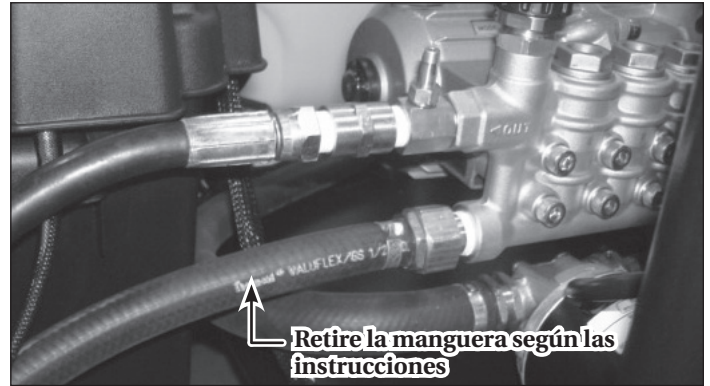

Figura 16
10. Retire la manguera como se muestra en la Figura 16. Conecte una manguera corta y colóquela en anticongelante RV 50/50.